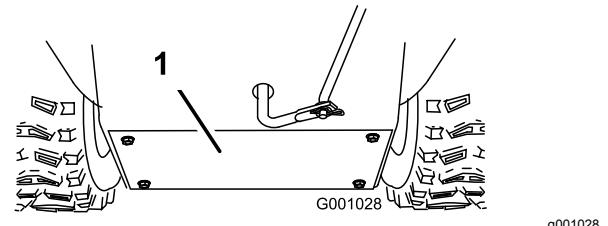

Figure 47
- Retirez le couvercle arrière (Figure 47).